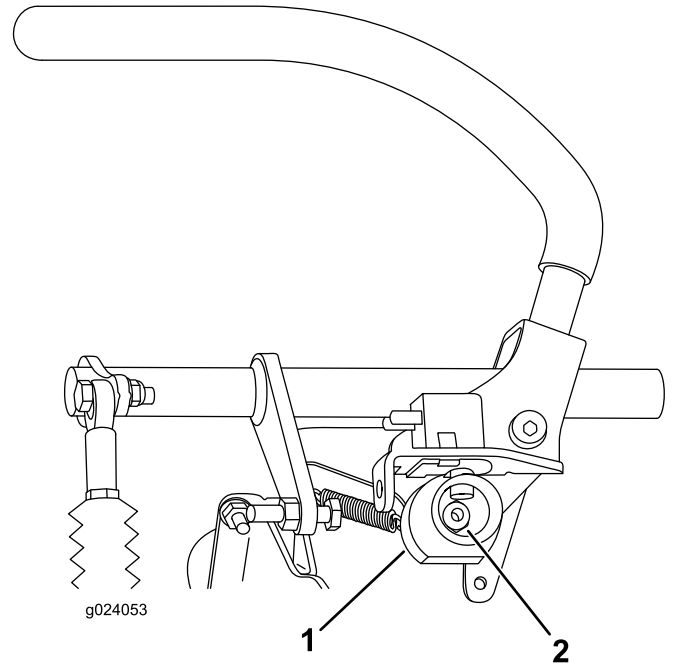

Figura 69
7. Afloje la tuerca que sujeta la leva (Figura 69).